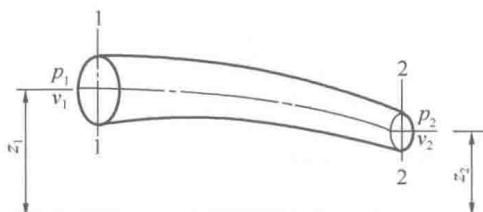

图 1-1-10 (1) 过流断面上的能量
重力为 mg 的流体，平均流速为 v ，其动能为 $\frac{1}{2}mv^2$ ，则单位重力流体的动能应为 $\frac{1}{2}mv^2/mg = \frac{v^2}{2g}$ ，简称动能，又称为流速水头。我们可以把它看作是在流速作用下流体所能上升的高度。在图 1-1-10 (2) 中，测速管与测压管内的液面高差 h_v ，就是断面上 A 点的流速水头。所谓测速管就是一端弯曲为 90° 的玻璃管，开口正对水流方向，与测压管合用，可测流速水头。考虑到断面上流速的分布情况，对于用平均流速计算的流速水头，还应乘以动能修正系数，在工程计算中常取其为 1。